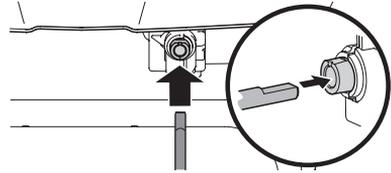

Figure 31
- Pour les modèles avec une commande électrique : Insérez l'autre extrémité de l'arbre flexible dans le raccord de la tige de commande sous le tableau de commande. Alignez l'extrémité plate de la tige avec l'extrémité plate du raccord. Vous aurez peut-être à tourner la tige pour que les deux extrémités plates s'alignent. Voir Figure 31.